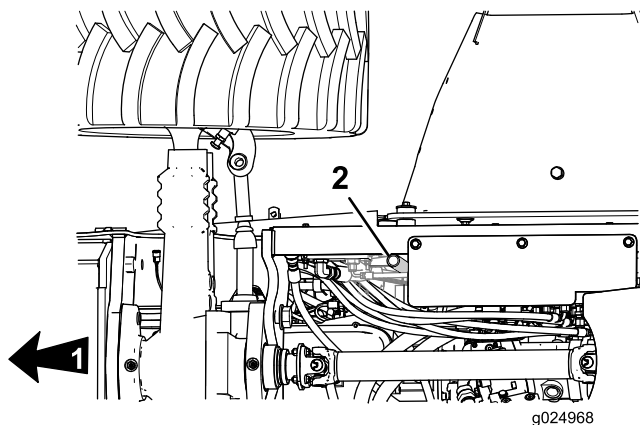

Figura 67
1. Ispezionate il tubo di sfiato del carter (Figura 67) per verificare l'assenza di fango, detriti o ghiaccio all'interno del tubo.